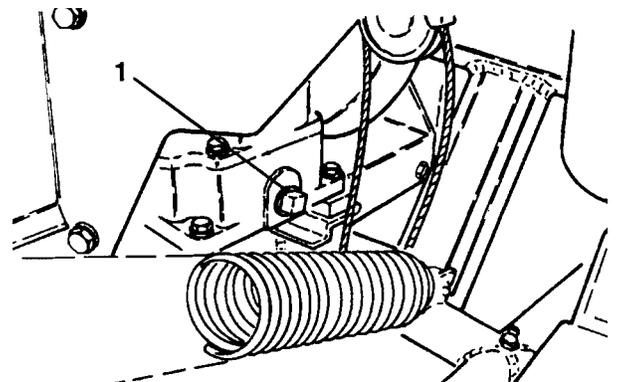

Fig. 35
2. Per cambiare il solo filtro togliere il coperchio del serbatoio ed inserire il tappo (Fig. 35) per bloccare l'uscita.